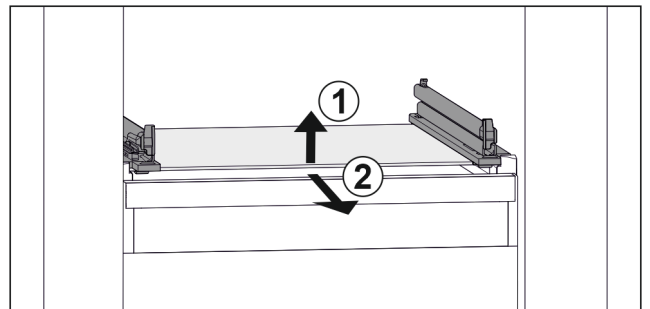

Fig. 129 Примерно изображение на стъклената плоча
- ▶ Повдигнете стъклената плоча отпред Fig. 129 (1)
- ▶ Извадете стъклената плоча напред Fig. 129 (2)